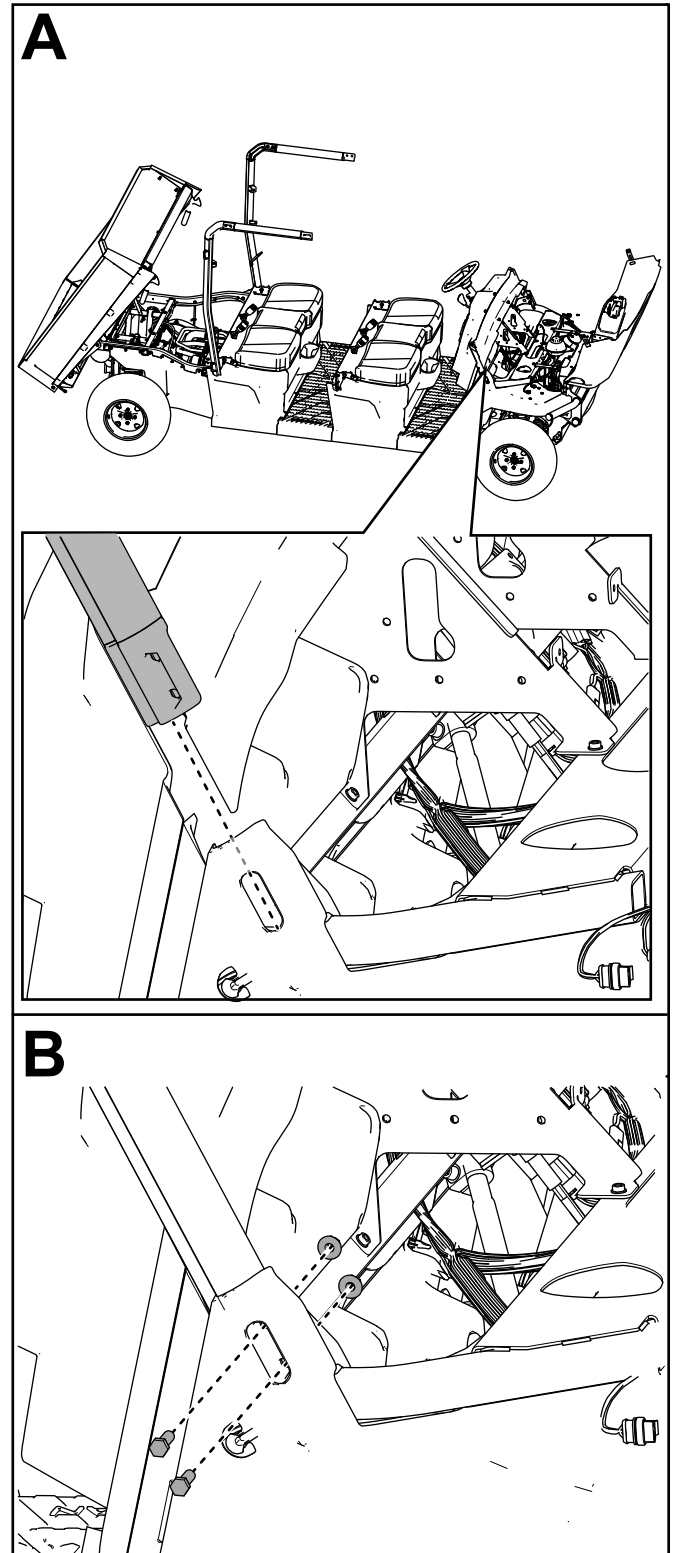

Figura 44
10. Sujete provisionalmente el conjunto derecho delantero de la barra antivuelco al soporte de montaje derecho de la barra antivuelco con 2 pernos de cabeza hexagonal ($\frac{3}{8}$ " x $1\frac{1}{4}$ ") y 2 contratueras ($\frac{3}{8}$ "), como se muestra en la Figura 44.